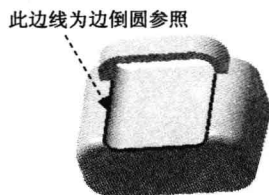

图 1.13 边倒圆特征 4
Step8. 创建边倒圆特征 4。选取图 1.13 所示的边线为边倒圆参照，其圆角半径值为 6。